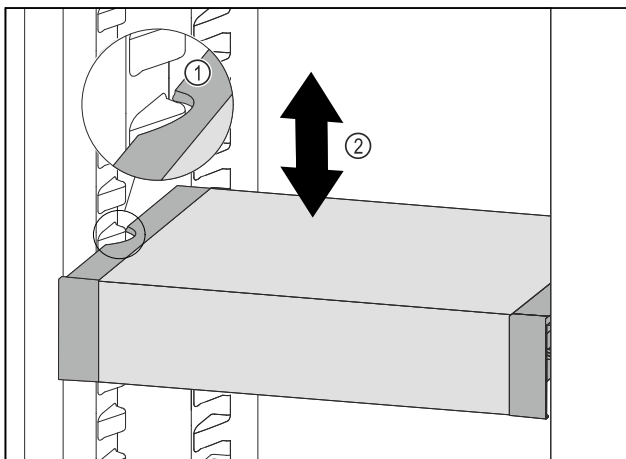

Fig. 108
- ▶ VarioSafe naar voren trekken tot de uitsparingen aan de zijkant van de VarioSafe zich ter hoogte van de rib in het koelgedeelte bevinden. Fig. 108 (1)
- ▶ VarioSafe in het koelgedeelte omhoog of omlaag bewegen tot de gewenste hoogte is bereikt. Fig. 108 (2)